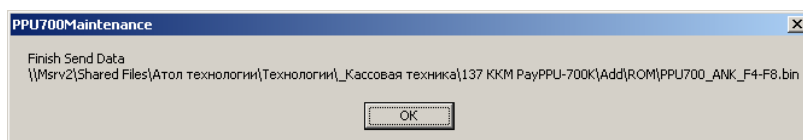

Рисунок 11 – Сообщение утилиты об успешном программировании.
2.17. По окончании программирования отобразится сообщение (см. рис. 11):